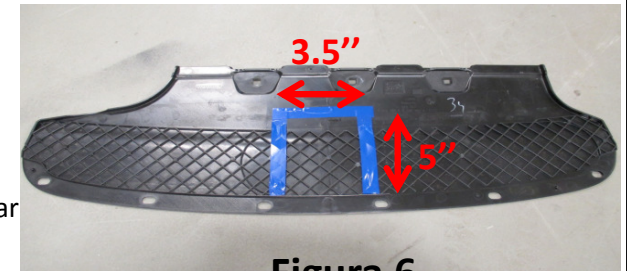

Figura 6
6. Recorte del panel inferior: localizar el centro del panel y recortar un área de 5" de alto por 3.5" de ancho, ver la Figura 6. Hacer cualquier recorte adicional si fuera necesario.